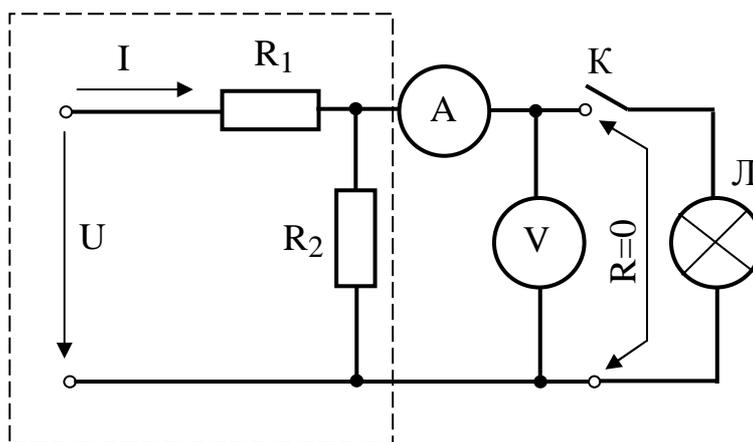

Рис. 8.5
3. Собрать электрическую цепь по схеме на рис. 8.5. Источник электрической энергии использовать с постоянным напряжением  $U = 15 \text{ В}$ ; резисторы  $R_1, R_2$  выбрать согласно заданному варианту. Предъявить собранную цепь для проверки преподавателю.